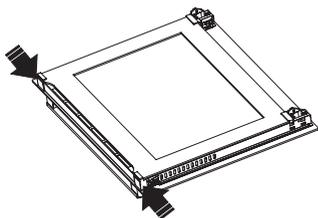
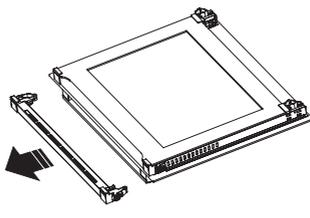
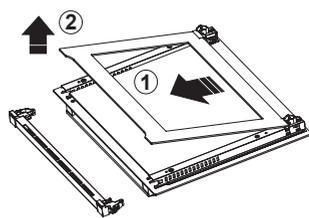

Abbildung 117
Abbildung 118
Abbildung 119
1. Drücken Sie auf die Kunststoffverschlüsse links und rechts, wie in Abbildung 117 gezeigt und heben Sie das Profil an, indem Sie es wie in Abbildung 118 gezeigt zu sich ziehen. Das Glas ist frei, nachdem das Profil wie in Abbildung 119 gezeigt, entfernt wurde. Ziehen Sie das frei gewordene Glas vorsichtig zu sich heran. Falls erforderlich, kann das mittlere Glas auf dieselbe Weise entfernt werden. Das äußere Glas ist am Ofentürprofil befestigt. Sie können die Gläser leicht reinigen, nachdem sie getrennt wurden. Sobald die Reinigung und Wartung abgeschlossen ist, können Sie die Gläser und das Profil austauschen, indem Sie den Entfernungsvorgang in umgekehrter Reihenfolge durchführen. Stellen Sie sicher, dass das Glas in der richtigen Richtung eingesetzt ist und das Profil richtig sitzt.